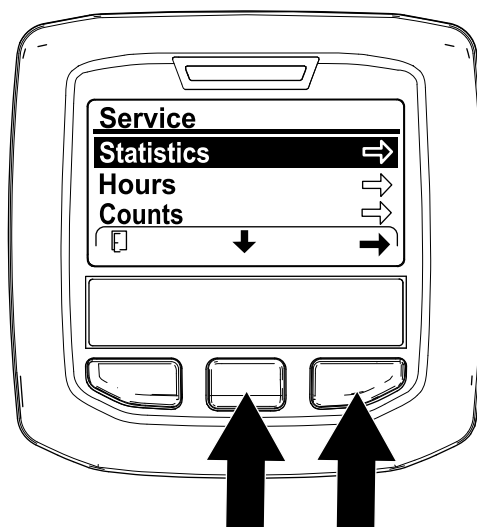

图 104
5. 在SERVICE维护屏幕上按中间 InfoCenter 信息中心按钮直至 STATISTICS统计选项被选定然后按右侧按钮 图 104。